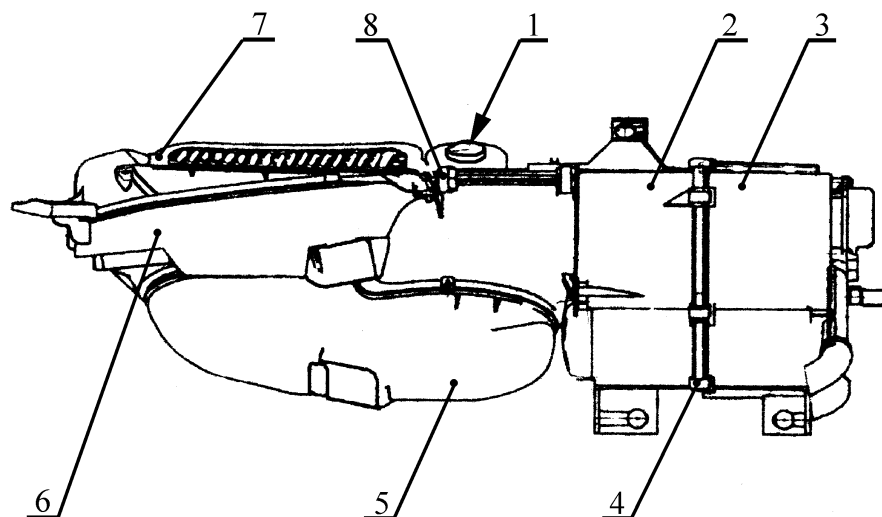

Рис.3. Детали отопителя:
2.3 Отвернуть три винта крепления вентилятора отопителя, снять вентилятор 1, рис.3 (отвертка крестообразная).